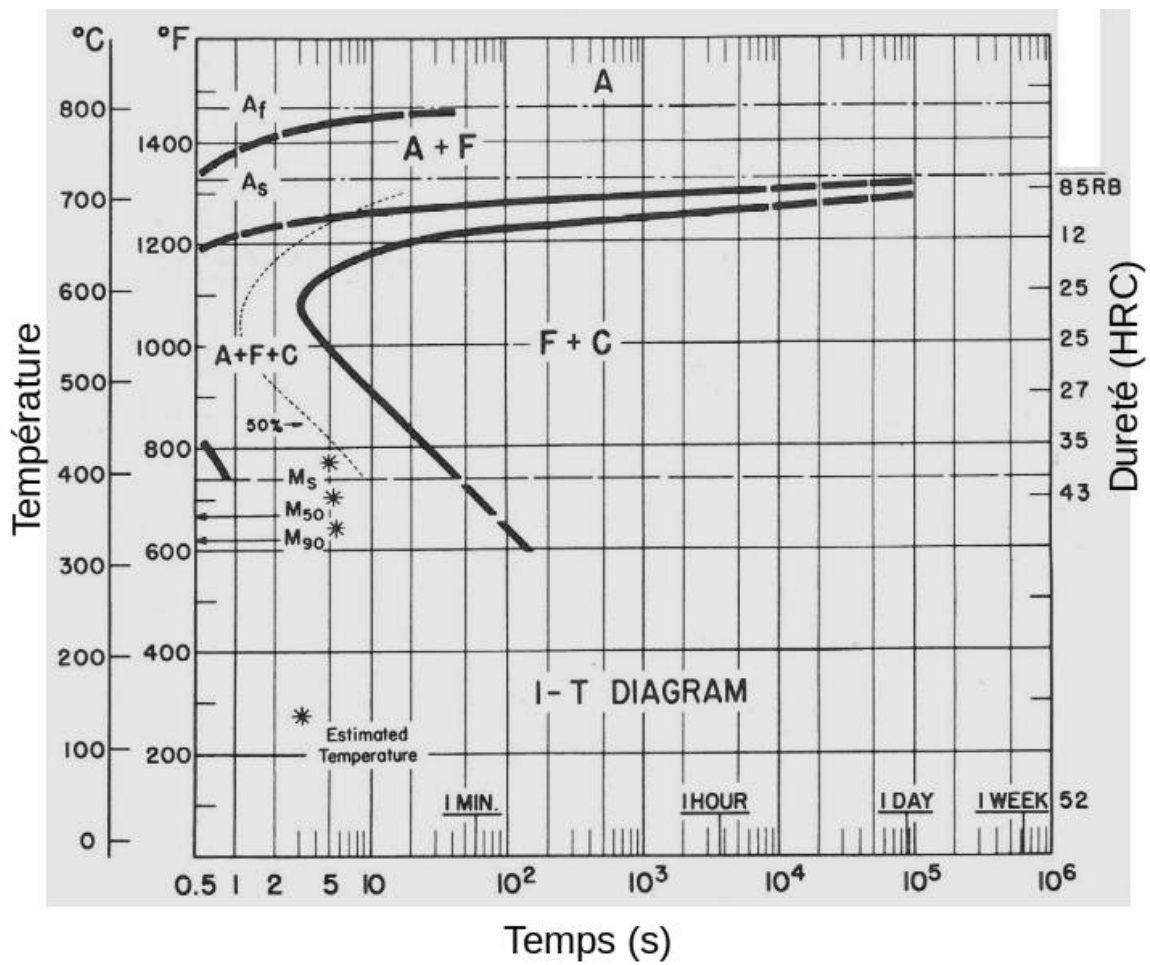
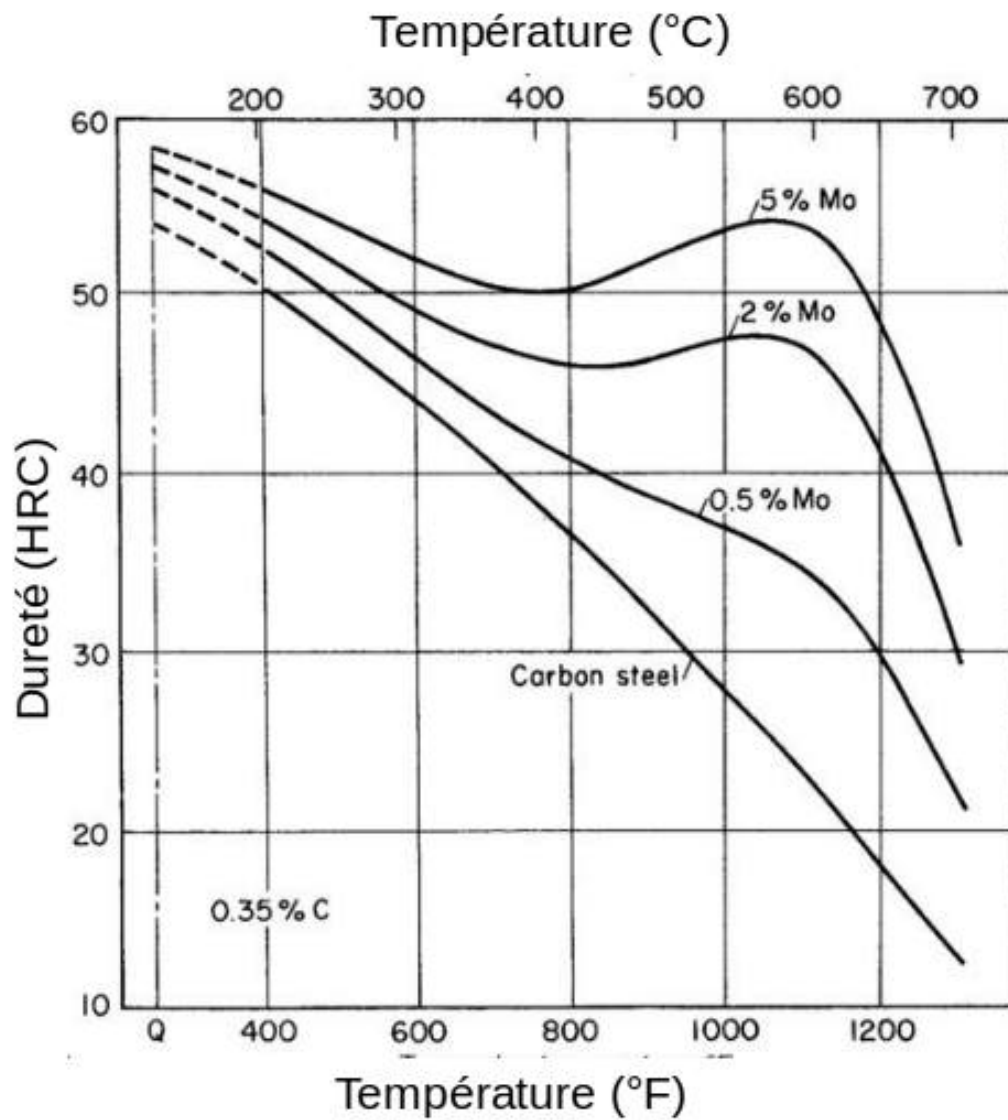

FIGURE 2 : Diagramme TTT de l'acier 1055.
FIGURE 3 : Traitement de revenu de l'acier 1035, 1 heure.
Le diagramme TTT montré à la Figure 2 décrit les transformations d'un acier 1035 en maintien isotherme après trempe depuis le domaine austénitique. La Figure 3 montre l'évolution de la dureté d'un acier contenant 0,35% de carbone lors du traitement de revenu après trempe pendant une durée de 1 heure. On montre aussi les courbes de revenu pour des aciers contenant en plus du carbone diverses teneurs en molybdène (Mo).
- c) Sur les courbes de revenu de la Figure 3, qu'est-ce qui explique la présence de pics de dureté pour des revenus à une température autour de 600°C pour les alliages contenant du molybdène ? (4 points)